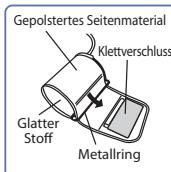

Abb. 2
- Die Manschette liegt richtig, wenn sich der Klettverschluss an der Außenseite der Manschette befindet und der Metallring nicht die Haut berührt (Abb. 2).